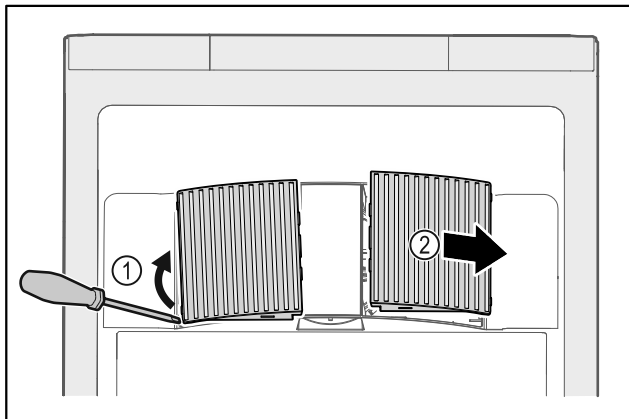

Fig. 133
- ▶ Óvatosan feszegesse le a ventilátor burkolatait oldalról Fig. 133 (1), és emelje le őket előre Fig. 133 (2).